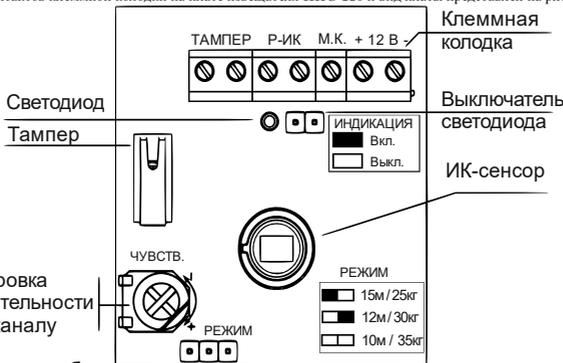

Рисунок 2 - Плата извещателя ИНС-110
5. Подключите провода к соответствующим клеммам на плате (см. рисунок 2).
Назначение контактов клеммной колодки на плате извещателя **ИНС-110** и вид платы представлен на рис. 2.